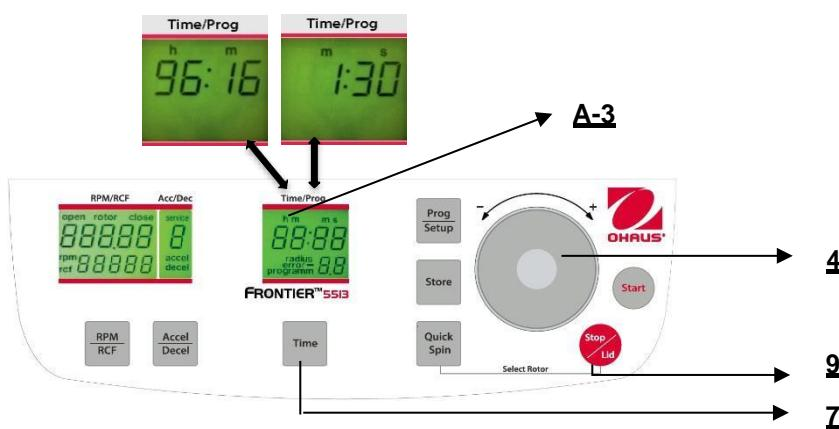

Abbildung. 14
Die Betriebszeit kann vorab ausgewählt werden, während der Deckel offen oder geschlossen ist. Um die Einstellung der Betriebszeit einzustellen, drücken Sie die Taste "Time" (7). Auf der Anzeige "Time/Prog" (A-3) blinkt die Anzeige "m : s" oder "h : m", je nach vorheriger Einstellung. Um den gewünschten Wert einzustellen, benutzen Sie den Anpass Wählachscheibe (4). Nachdem 59 min 50 sec überschritten werden, wechselt die Anzeige automatisch auf "h : m". Nachdem 99 Stunden 59 min überschritten werden, erscheint das Wort "cont" in der Anzeige "Time/Prog" (A-3). Dieser dauerhafte Betrieb kann nur durch Drücken der Taste "Stop/Lid" (9) unterbrochen werden. Der Countdown beginnt sobald die eingestellte Geschwindigkeit erreicht ist. Die Anzeige zeigt immer die verbliebene Zeit. (Siehe Abbildung 14)